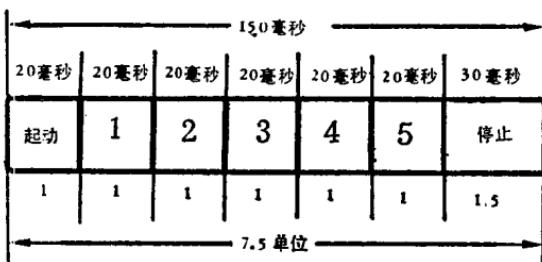

图 1.2 五单位电码
2. 每个基本信号脉冲长度为20毫秒。为了保持双方在工作期间收发同步，在每组信号始端和末端分别增加一个起动脉冲（无电流）和一个停止脉冲（有电流）。停止脉冲为基本脉冲的1.5倍。实际上55型电传机发送一个字母或数字，共需7.5个单位脉冲，相当于150毫秒。如图1.2所示。